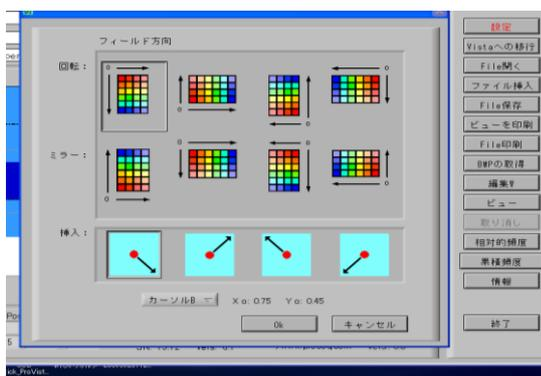
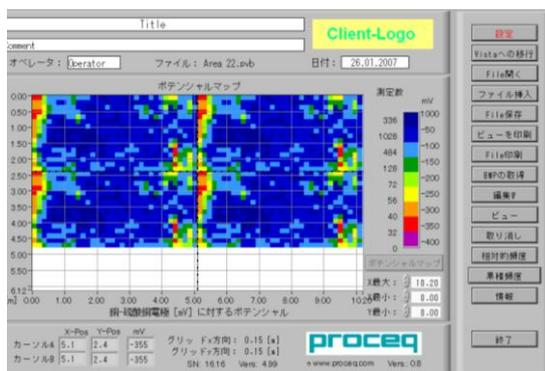

図:2-16
図:2-17
2. データを選択する。次に図 2-16 が表示され、挿入点および挿入方向等が選択でき、更に、ミラー移動も可能となっています。OK を押すと挿入後の電位マップが表示される。(図:2-17 参照)